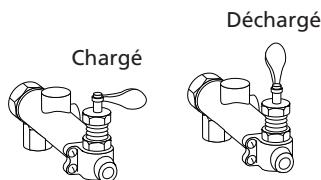

Figure 4 - Robinet de Réglage
2. Toujours mettre le levier articulé dans la position de déchargement avant le démarrage.(Voir la Figure 4).
- Démarrer le compresseur et laisser la pression atteindre la limite appropriée de la soupape de commande (voir la Figure 4) qui est réglée à 1207 kPa. Le compresseur devrait se décharger à travers du coussinet de reniflard sur le robinet de réglage et le moteur devrait se ralentir.